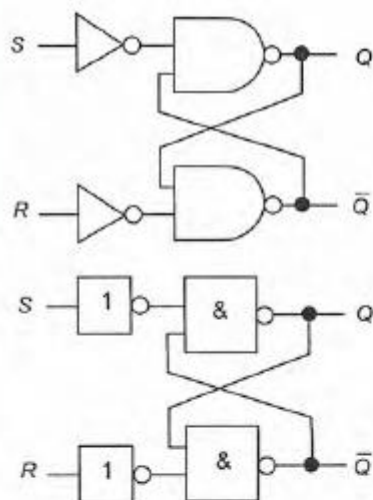

Figura 14.51 Problema 18
18. Explique cómo obtener un flip-flop tipo RS con base en la configuración de la figura 14.51.